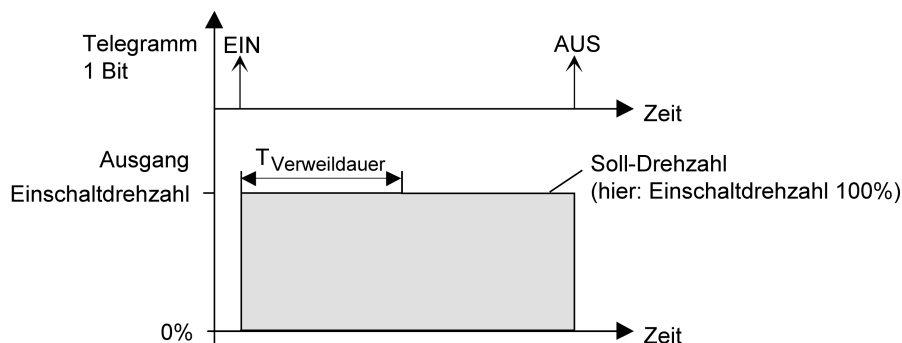
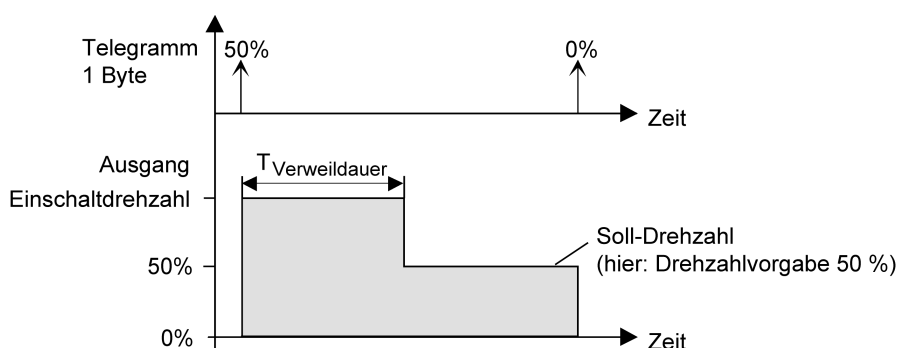
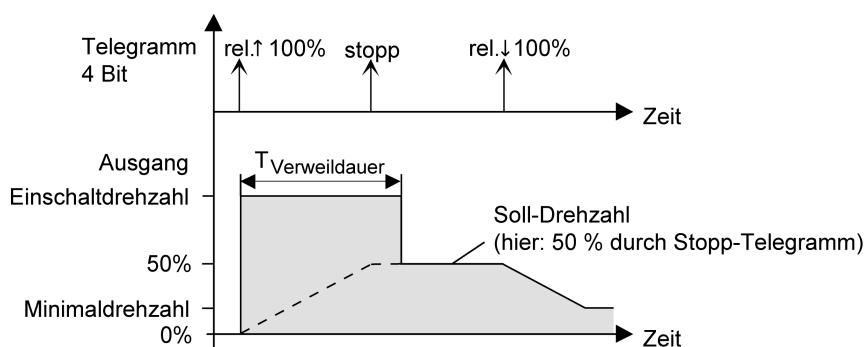

Bild 40: Einschaltdrehzahl und Soll-Drehzahl bei Schaltbefehlen
Bild 41: Einschaltdrehzahl und Soll-Drehzahl bei Wertbefehlen
Bild 42: Einschaltdrehzahl und Soll-Drehzahl bei relativen Dimmbefehlen
- i** Soll-Drehzahl: Die Soll-Drehzahl ergibt sich direkt aus Schaltbefehlen durch Schalt-Telegramme oder durch die Handbedienung. Die Soll-Drehzahl ist dann die Einschaltdrehzahl (Bild 40). Alternativ wird die Soll-Drehzahl unmittelbar durch Telegramme auf das Drehzahlobjekt oder durch Drehzahlvorgaben der Szenenfunktion oder Sperr- und Zwangsstellungsfunktionen festgelegt (Bild 41). Beim relativen Dimmen über ein 4 Bit Dimmtelegramm gibt die Schrittweite des Telegramms das Dimmziel und somit die Soll-Drehzahl vor. Wenn ein relativer Dimmbefehl durch ein Stopp-Telegramm angehalten wird (z. B. Taste am Tastsensor vorzeitig losgelassen), entscheidet der Zeitpunkt des Stopp-Telegramms, welche Drehzahl als Soll-Drehzahl eingestellt wird (Bild 42). Sofern das Stopp-Telegramm noch während der Verweildauer der Einschaltdrehzahl beim Aktor empfangen wird, berücksichtigt der Aktor die im Hintergrund nachgeführte und hochgedimmte Drehzahl zum Stoppzeitpunkt als Soll-Drehzahl. Wenn hingegen das Stopp-Telegramm bei Aktor eintrifft, nachdem die Verweildauer der Einschaltdrehzahl abgelaufen ist, stellt der Aktor die durch die Schrittweite des Dimmtelegramms vorgegebene Drehzahl als Soll-Drehzahl ein. Das Stopp-Telegramm wird in diesem Spezialfall verworfen. In der Regel senden Tastsensoren in der Standard-Konfiguration Dimmschrittweiten von 100 % aus. Das Stopp-Telegramm entscheidet dann, wann ein relativer Dimmvorgang vorzeitig abgebrochen wird. Kommt das relative Dimmen in der Betriebsart "Drehzahlsteller" zum Einsatz und ist eine relativ kurze Verweildauer zur Einschaltdrehzahl konfiguriert, sollten Tastsensoren auf kleinere Dimmschrittweiten mit Telegrammwiederholung umkonfiguriert werden. Hierbei ergibt sich der Vorteil, dass keine Stopp-Telegramme ausgesendet werden müssen, um Zwischenwerte des möglichen Dimmbereiches anzudimmen.